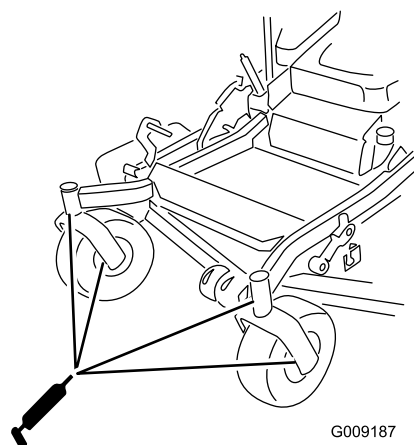

Figure 43
9. Sortez le graisseur Zerk du trou. Remettez le bouchon hexagonal et le capuchon antipoussière en place (Figure 43).